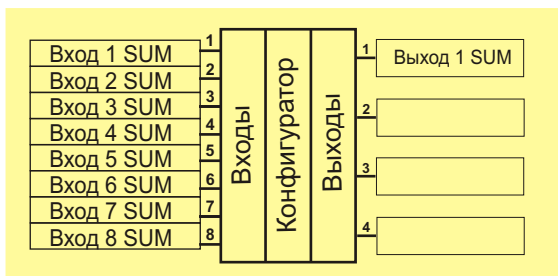

Рис. 41. Блок “Суммирование”, тип “8 SUM”
- **одноэлементным** (тип 8 SUM). В этом случае элемент состоит из 8-ми входов и 1-го выхода (используется 1-й выход блока). При этом, перед операцией суммирования, входные значения могут быть умножены на соответствующие коэффициенты k , а после суммирования, k полученному значению прибавляется константа Смещение. (Рис. 41);